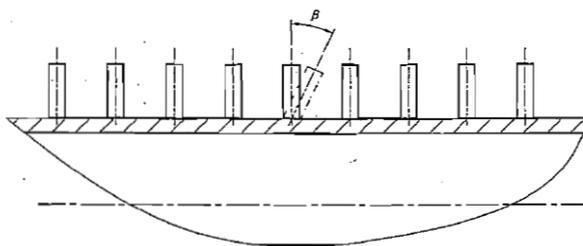

图 A-5
- (1) 肉眼观察，焊针根部与钢管表面不应有焊渣、飞溅物存在。
- (2) 焊针的倾斜角  $\beta$  应不大于  $5^\circ$ ，见图 A-5。